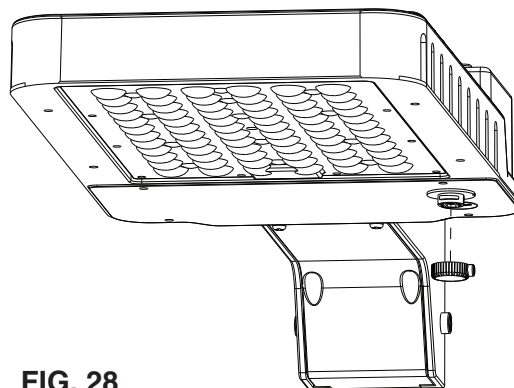

FIG. 28
2. Enlevez le couvercle du réceptacle USB-C en le tournant à 90° (voir la **FIG. 28**).